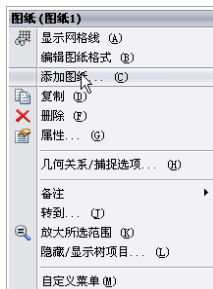
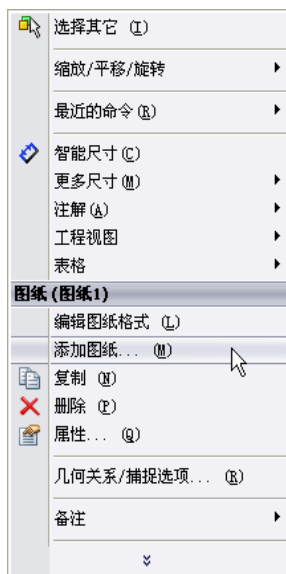

图 14-20 系统快捷菜单
图 14-21 系统快捷菜单
① 执行添加图纸命令。选择菜单栏中的“插入”→“图纸”命令，或者右键单击右侧“特征管理器”，系统弹出如图 14-20 所示 4 的快捷菜单；或者右键单击绘制区域，系统弹出如图 14-21 所示的快捷菜单，在其中选择“添加图纸”选项。